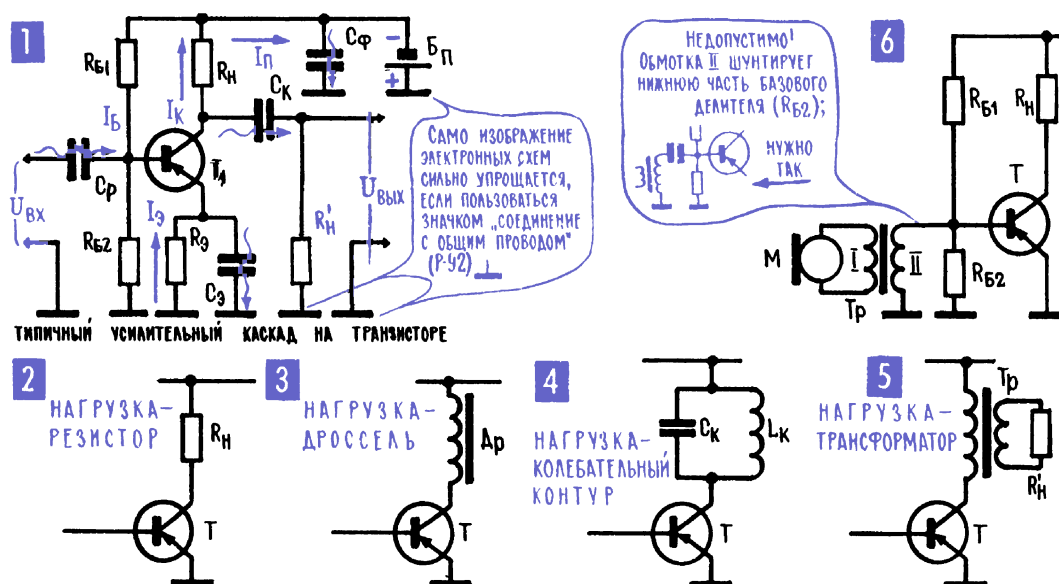

Рис. 10.10. Усилительный каскад на транзисторе
19. Транзисторные схемы находят все более широкое применение. То, что в самых разных электронных схемах встречаются одни и те же схемотехнические решения, подтверждает еще и рис. 10.10, на котором показаны некоторые фрагменты транзисторных усилительных каскадов. Этот рисунок возвращает нас из области ламповых усилителей к транзисторным, с которыми мы уже не расстанемся. Такая «транзисторизация» связана с важными достоинствами транзисторов. С их долговечностью, малыми габаритами, экономичностью: для создания одной и той же «мощной копии» транзисторный усилитель потребляет от источников питания в несколько раз меньше энергии, чем ламповый. Это особо важно для переносной аппаратуры – здесь экономное расходование электроэнергии позволяет резко уменьшить вес батарей. Кроме того, транзистор привлекает своей неприхотливостью в части питания – на анод лампы нужно подать десятки, а то и сотни вольт; на коллектор транзистора – всего несколько вольт; для питания лампы нужно иметь два напряжения – накальное и анодное, транзистор обходится одним источником питания. Когда в начале 1950-х появились первые транзисторы, мало кто думал, что они так хорошо смогут заменить лампы: у транзисторов в то время было очень много недостатков. Сначала они работали только на низких частотах; их параметры даже
Примечание редактора. В дальнейшем процесс повторился при переходе от транзисторов к интегральным схемам: если питание типичной ламповой схемы составляет 80–150 В (плюс обязательный мощный источник накала катода), то транзисторной – уже 9–12 В. А питание интегральной схемы может не превышать 3–5 В и даже менее, при одновременном снижении тока потребления в десятки и сотни раз. Кроме того, транзисторы и интегральные схемы имеют несравнимо меньшие габариты, и еще в транзисторной электронике пришлось отказываться от многих типовых решений, присущих ламповой электронике: таких как применение трансформаторов и дросселей (см. «Примечание редактора» в гл. 6; 24). Поэтому многие указанные далее схмотехнические решения, связанные с применением намоточных изделий (особенно такие, как на рис. 10.10; 5), уже давно не применяются на практике.
20. Типичный усилительный каскад на транзисторе. В первой из схем на рис. 10.10; 1 нам встречаются «знакомые все лица» – нагрузка R_H , делитель R_{B1} / R_{B2} , с которого подается смещение на базу (рис. 10.3), переходной конденсатор C_k , через который ответвляется на резистор R'_H часть переменной составляющей коллекторного тока. И чем меньше сопротивление R'_H , тем большая часть идет через него и меньший ток замыкается через нагрузку R_H . Кстати, цепочка $C_k R'_H$ представляет собой делитель напряжения.
В транзисторных усилительных каскадах так же, как и в ламповых, в качестве нагрузки могут использоваться катушка (дроссель), колебательный контур, и, кроме того, нагрузка может включаться в коллекторную цепь через трансформатор (рис. 10.10; 3, 4, 5). А вот соединение базы с эмиттером через небольшое сопротивление источника сигнала, скажем через микрофонный трансформатор (рис. 10.10; 6), в транзисторном усилителе по схеме рис. 10.10; 1 уже невозможно, потому что это небольшое сопротивление войдет в делитель R_{61} / R_{62} и резко уменьшит сопротивление его нижнего участка, постоянное смещение на базе практически исчезнет, транзистор окажется запертым. Источник сигнала с малым собственным сопротивлением приходится подключать к базе через разделяющий конденсатор C_p : он легко пропускает переменное напряжение (усиливаемый сигнал) и не позволяет источнику сигнала шунтировать нижнюю часть делителя по постоянному току.